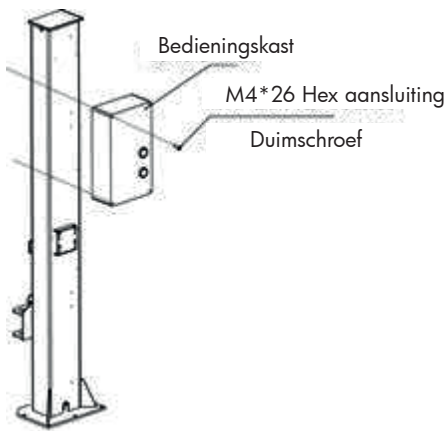

Fig. 10
9. Sluit de kabels aan (**fig. 10**).